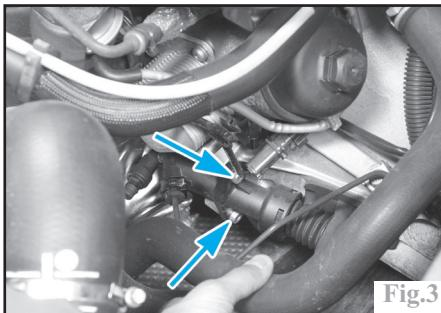

Fig.3
-les fixations du récepteur de la commande d'embrayage et l'écarteur après avoir débridé sa canalisation mais sans ouvrir celle-ci (Fig.3).